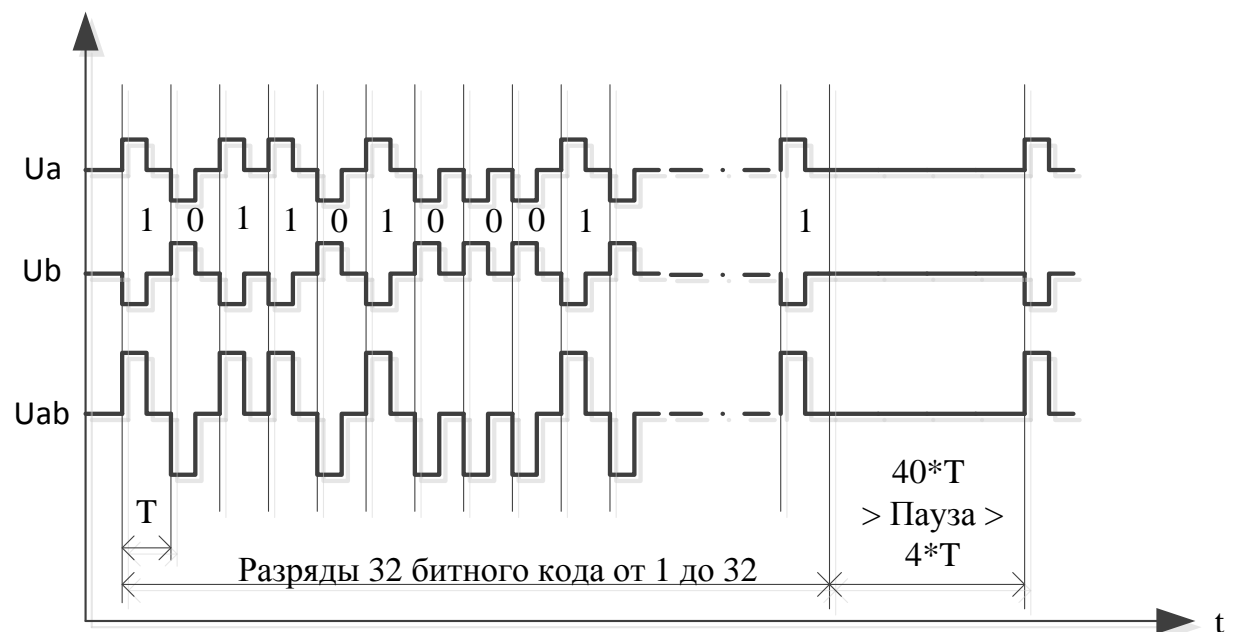

Рисунок 1. Вид сигналов и структура слова последовательного кода по стандарту ГОСТ 18977-79.
Радиальный канал обмена данными спецификации ARINC-429 (ГОСТ 18977-79, RTM1495-75) предназначен для передачи данных между элементами бортовых систем летательных аппаратов. ГОСТ 18977-79 описывает вид и параметры сигналов в линии. В основу стандарта заложен вид биполярного двухфазного сигнала (код с возвратом к нулю, RZ-код), передаваемого по бифилярной экранированной линии связи (Рис. 1). Передача осуществляется на стандартизованных частотах (периода T) 32-х разрядными словами последовательного кода, включающими адресную и информационную части, первым следует младший бит (1) – последним старший (32), где 32-й разряд кода - бит контроля по четности (P). Слова разделяются обязательной паузой - отсутствием сигнала в линии в течение времени не менее $4T$, которая определяет окончание слова последовательного кода.